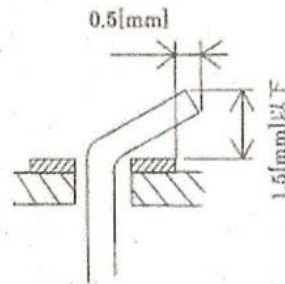

図13 リード線の折り曲げ
- ⑤炭素皮膜抵抗器のリード線は、ランドにほぼ密着させて折り曲げ、図13との位置関係に示すように切断すること。リード線の曲げ方向は規定しない。